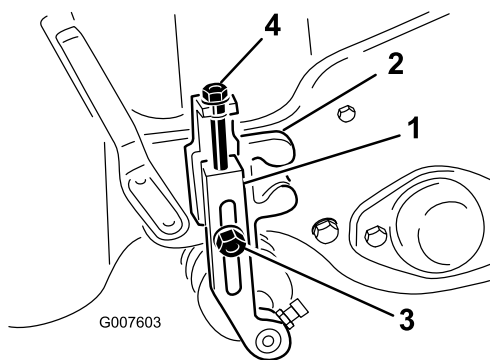

図 46
2. 刈り高アームを刈り高ブラケットに固定しているロックナットをゆるめる（図 46）。